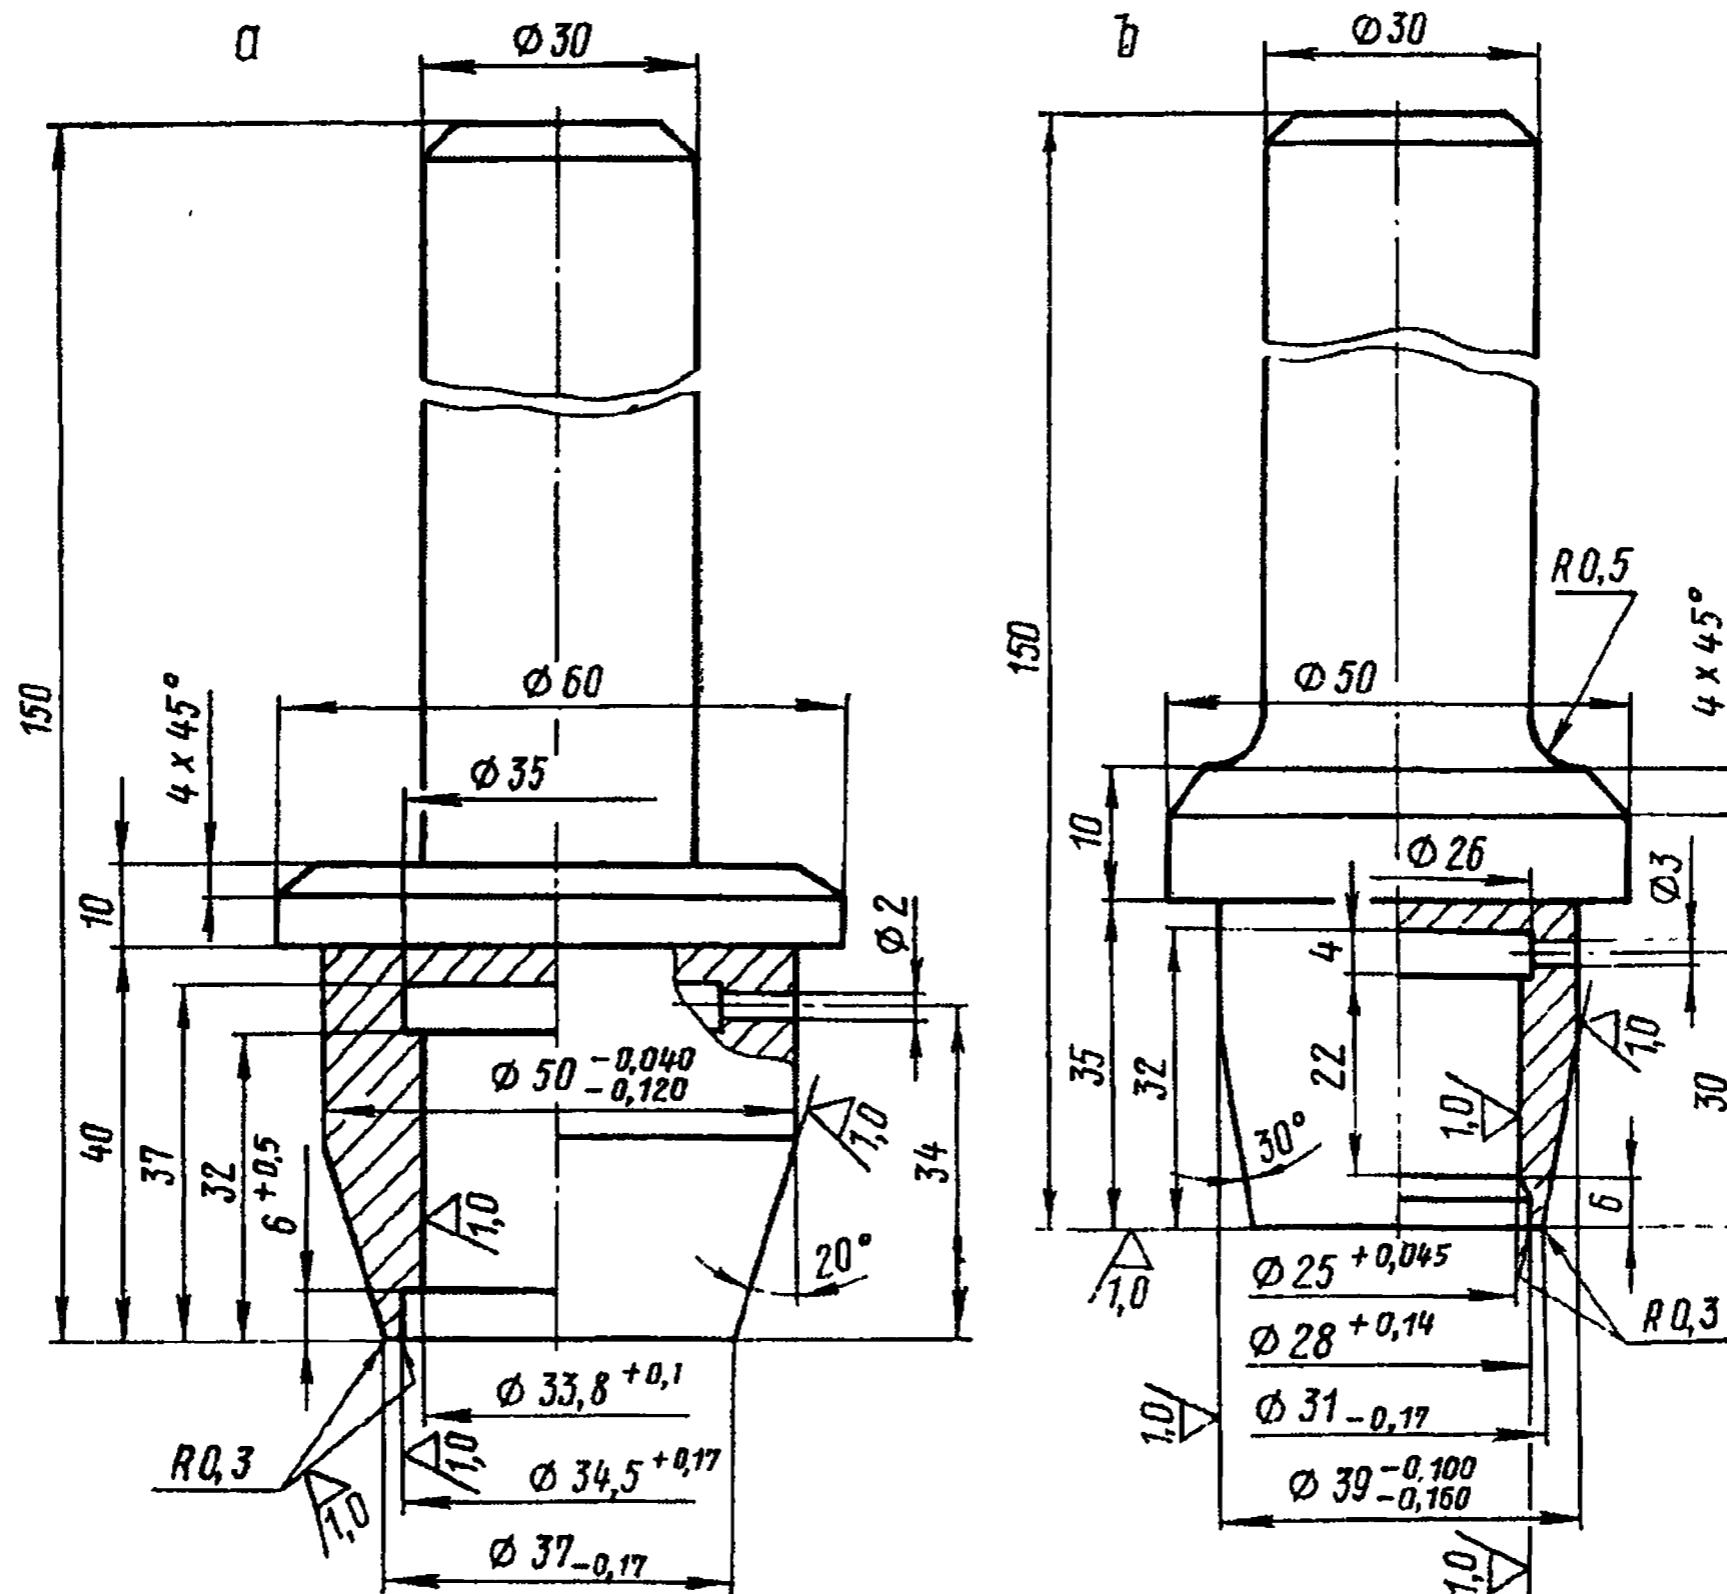

Рис. 199. Оправки для напрессовки торцовых уплотнений на крестовины карданных валов приводов:
13. Установите крестовину 12 в вилку вала 10. Напрессуйте торцевые сальники оправкой (рис. 199)	Оправка